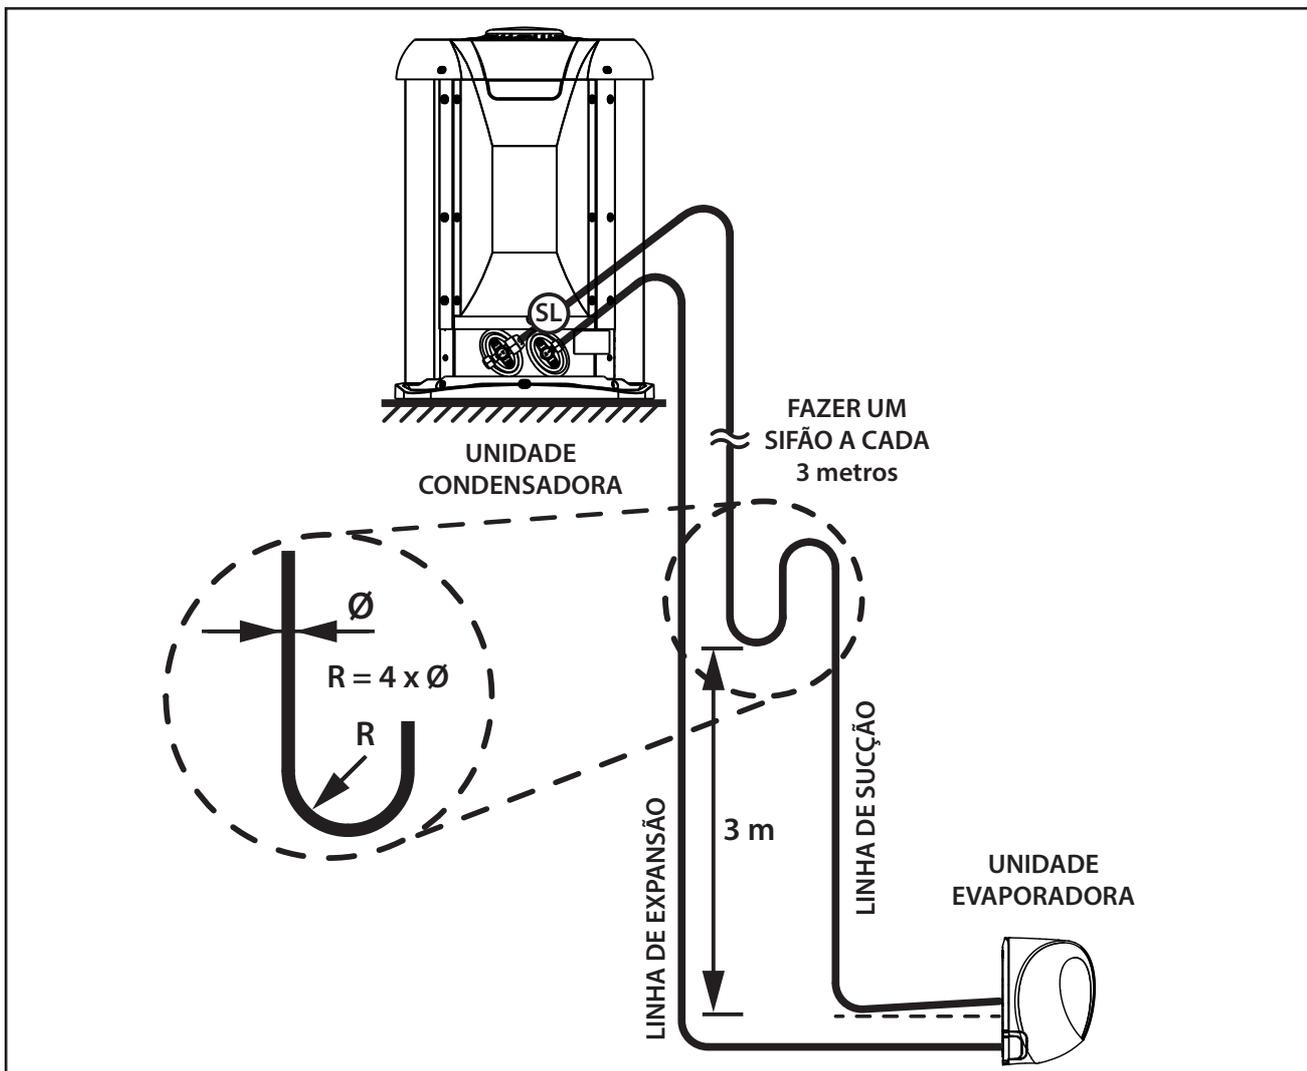

FIG. 22 - INSTALAÇÃO LINHAS DE INTERLIGAÇÃO
- Quando a unidade condensadora estiver em um nível superior ao da unidade evaporadora, fazer sifões nas subidas da linha de sucção a **cada 3,0 metros**; considerando desde a saída da evaporadora (Fig. 22).